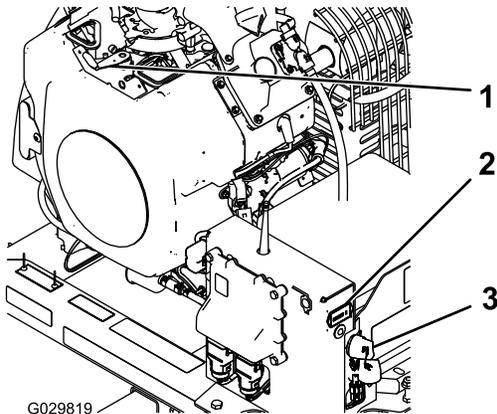

Figure 14
2. Tournez la clé de contact à la position de DÉMARRAGE (Figure 14).
3. Si vous quittez la machine, tournez la clé en position ARRÊT puis retirez-la du commutateur d'allumage (Figure 14).